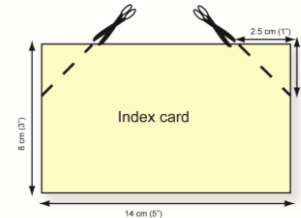

Figura 1
- 1** Recorte 2 esquinas del lado largo de la tarjeta de índice. (Ver figura 1.) Redondee las esquinas para evitar bordes afilados.